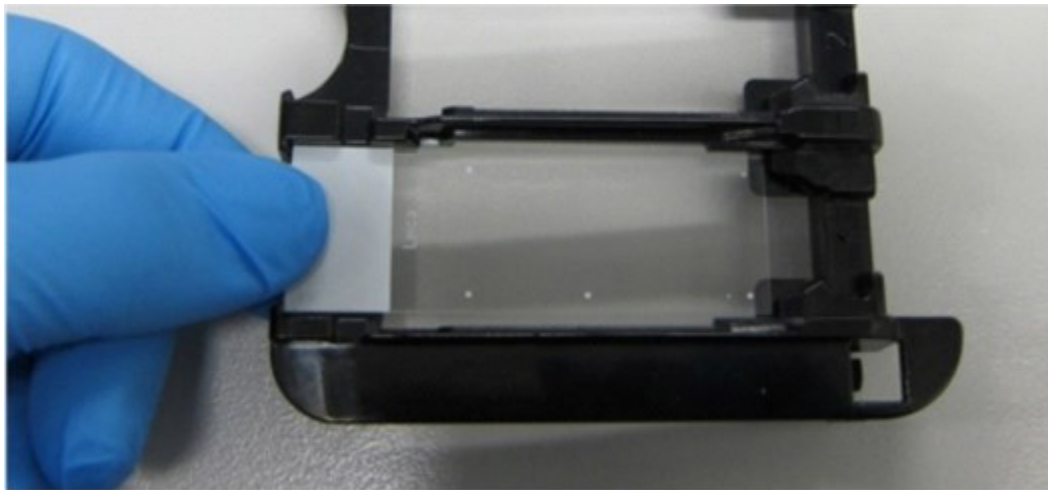

Figure 4-5: Leikkeen asettaminen leikealustaan
2. Kohdistat leike leikealustan tyhjään kohtaan siten, että leikkeen tarrapää on alustan reunassa olevan sisennyksen yllä (katso Figure 4-5). Laske leike paikalleen alustan syvennykseen.